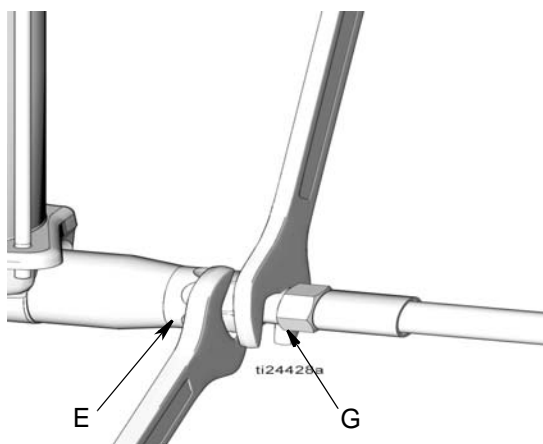

FIG. 6
2. **Scaricare la pressione** del sistema utilizzando due chiavi operanti in direzioni opposte sulla mandata della pompa (E) e sul raccordo della linea di lubrificazione (G) per **allentare lentamente** il raccordo finché quest'ultimo non è allentato e da esso non fuoriescono più né lubrificante né aria (FIG. 6).